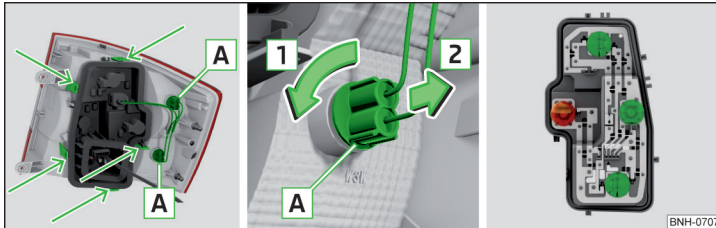

Abb. 283 Äußerer Teil der Leuchte / Glühlampe herausnehmen / Lampenhalter
- › Die Fassung mit der Glühlampe **A** in Pfeilrichtung **1** drehen » Abb. 283.
- › Den Lampenhalter in mit Pfeilen gekennzeichneten Bereichen entriegeln » Abb. 283 und den Lampenhalter aus der Leuchte herausnehmen.